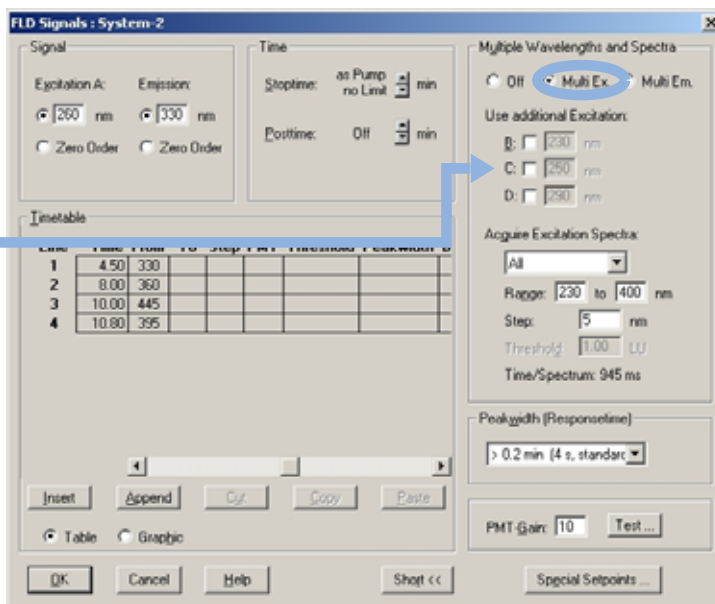

図 39 励起スキャンの検出器設定
- 4 これらの設定とタイムテーブル(前ページ参照)を使って、最適な励起波長の評価を行うため、2度目の分析を行います。75 ページ 図 39 を参照してください。